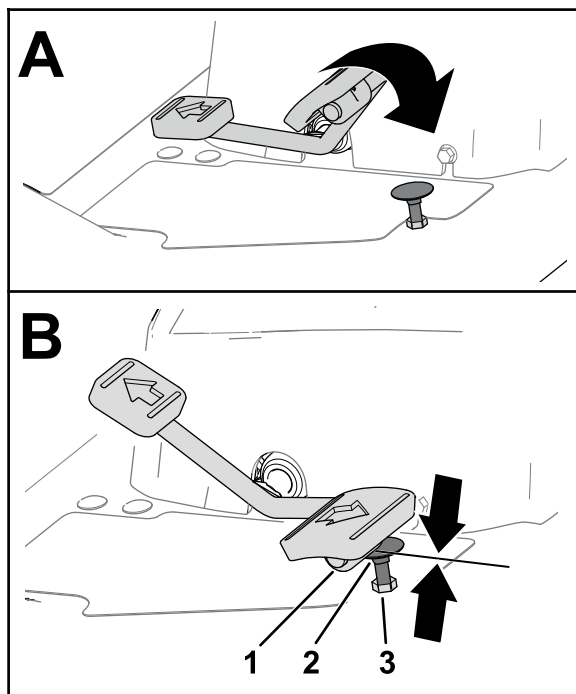
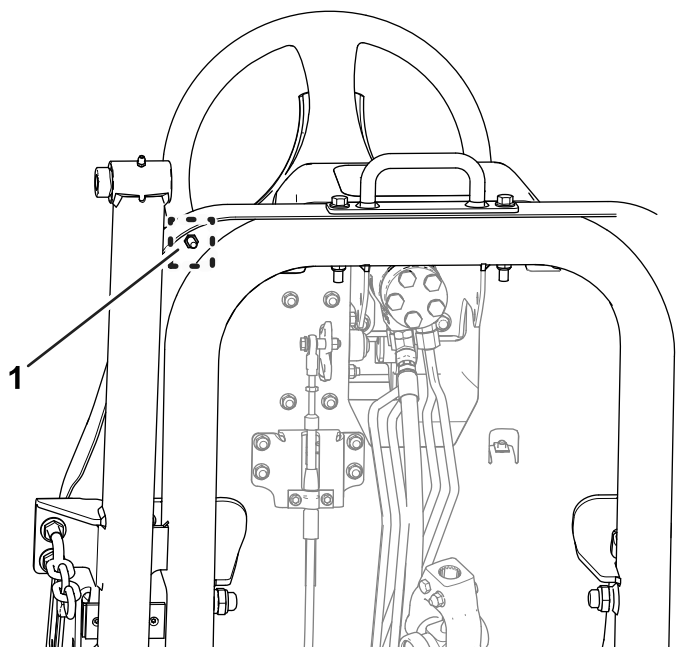

Figura 77
Figura 78
1. Pise el pedal de tracción a fondo (hacia adelante) (Figura 77).
- A. Sujete el tope del pedal de tracción (Figura 77) con una llave inglesa.
- B. Afloje la contratuerca situada por debajo de la placa del reposapiés (Figura 78).
- C. Mueva el pedal de tracción en la posición de velocidad máxima hacia adelante (Figura 77).
- D. Mientras sujeta el tope del pedal de tracción, ajuste la contratuerca situada encima de la placa del reposapiés (Figura 77) hasta que el pedal de tracción entre en contacto con el tope.
- F. Mientras sujeta el tope del pedal de tracción, apriete la contratuerca situada debajo de la placa del reposapiés (Figura 77 y Figura 78) a entre 37 y 45 N·m.